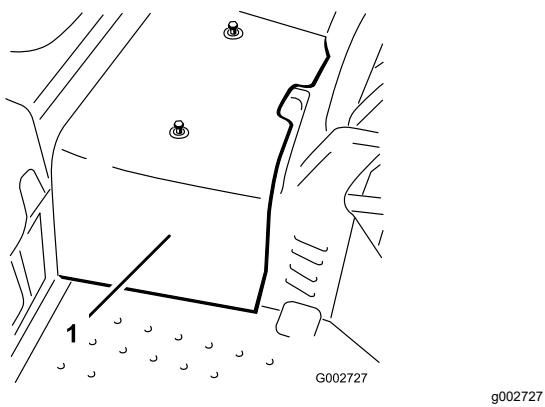

Bild 48
2. Lösen Sie die zwei Schrauben, mit denen die mittlere Haube an der Maschine befestigt ist, und nehmen Sie die Haube ab (Bild 48).